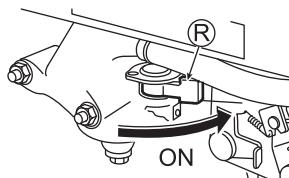

Fig. 10
- 2 Placez le robinet de carburant (R) sur la position "ON" (MARCHE). (Voir Fig. 10)